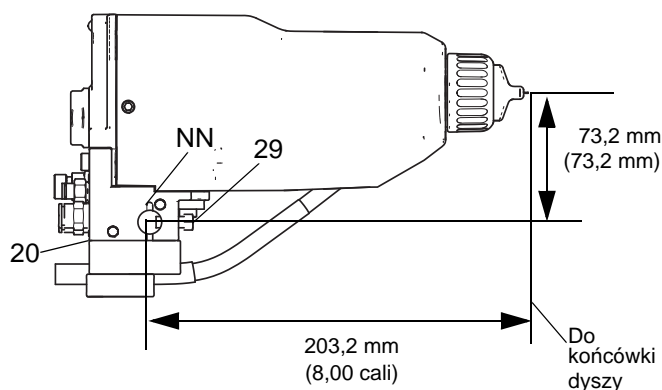

FIG. 4. Mocowanie
1. Odkręcić dwa zestawy śrub rozdzielacza (29) i nasunąć rozdzielacz (20) na pręt mocujący 13 mm (1/2 cala). Patrz FIGURE 4.
UWAGA: Aby dodatkowo zapewnić poprawność konfiguracji, należy włożyć przez otwór w pręcie sworzeń pozycjonujący 3 mm (1/8 cala) do otworu (NN) we wsporniku. Szczegóły przedstawiono na FIGURE 4.